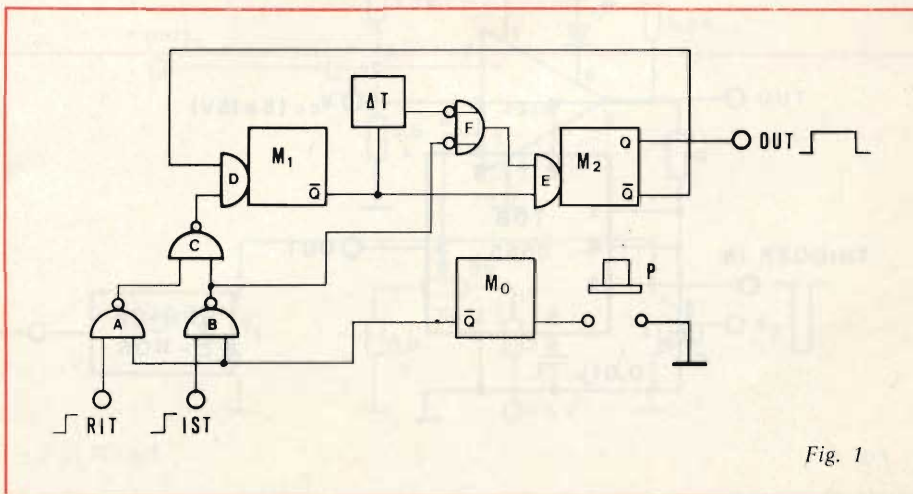
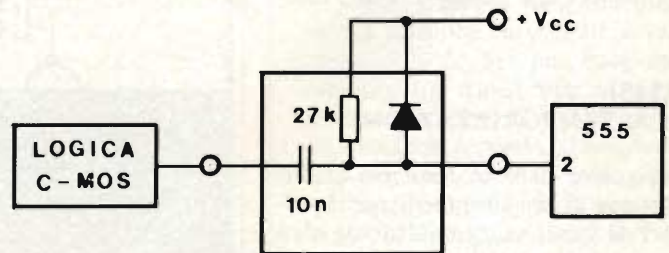
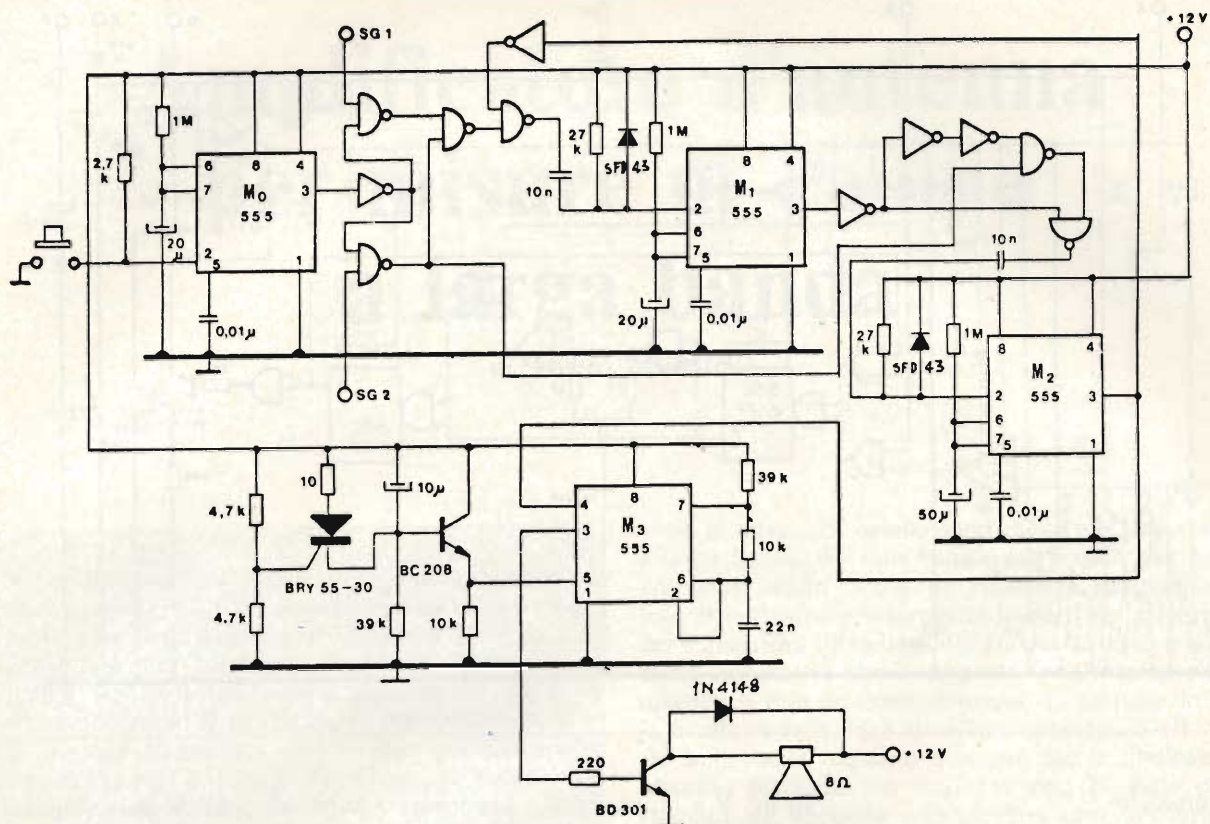

Fig. 1
Fig. 5
Fig. 6
**I**n fig. 1 è rappresentato lo schema a blocchi del temporizzatore i cui componenti fondamentali sono 3 multivibratori monostabili denominati rispettivamente M0, M1, M2.
Per poter mantenere la validità dello schema a blocchi della fig. 1 che funziona con segnali non impulsivi, è necessario interfacciare logica e temporizzatore mediante una rete RC derivatrice, come mostrato in fig. 5.
Il circuito della fig. 1 si traduce quindi nello schema definitivo di fig. 6 in cui è stata aggiunta una sirena elettronica pulsante realizzata mediante un tiristore, un transistor di disaccoppiamento ed un altro 555 collegato in configurazione astabile. Il dente di sega in bassa frequenza (5 Hz) generato dal tiristore va a modulare in frequenza l'oscillazione generata dal 555 (3 kHz) dando il caratteristico effetto pulsante.